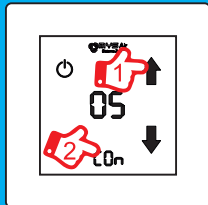

Fig. 8
- 2) Seleccionar "05" con los iconos de flechas **↓↑** (Fig. 8). Pulsar de nuevo sobre el icono **CO** para confirmar (Fig.8).